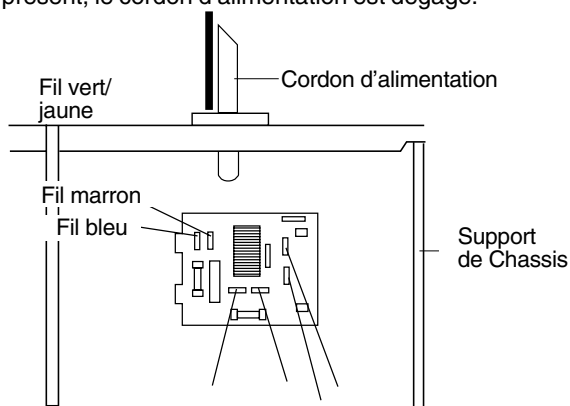

Figure C-5 (a) Remplacement du cordon d'alimentation
2. Déposer la vis (1) unique fixant le fil vert/jaune au support du châssis.
3. Débrancher les conducteurs du cordon d'alimentation du filtre antiparasites, en se reportant à la figure C-5 (a).